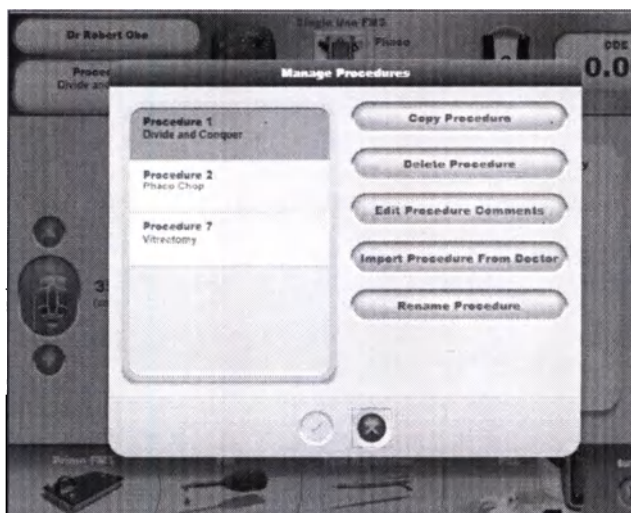

Рисунок 2-33 Диалог управления процедурами
Нижняя кнопка в перечне «Управление процедурами (Manage Procedures)» доступна, когда выбран доктор, но только не «Установки Алкон (Alcon Settings)». Если она нажата, система переходит к экрану установки и открывается диалог «Управление процедурами (Manage Procedures)» (см. рисунок 2-33). Если есть несохраненные изменения в текущей процедуре, представляется диалог для сохранения или сброса изменений, или пользователь может отменить действие (X). Диалог «Управление процедурами (Manage Procedures)» позволяет пользователю настроить следующее: